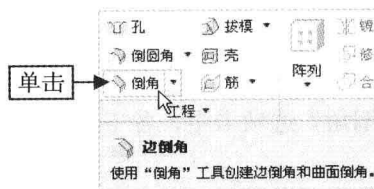

图 6-50 单击“边倒角”按钮
Step 02 在“功能区”选项板的“模型”选项卡中，单击“工程”面板中的“边倒角”按钮，如图 6-50 所示。